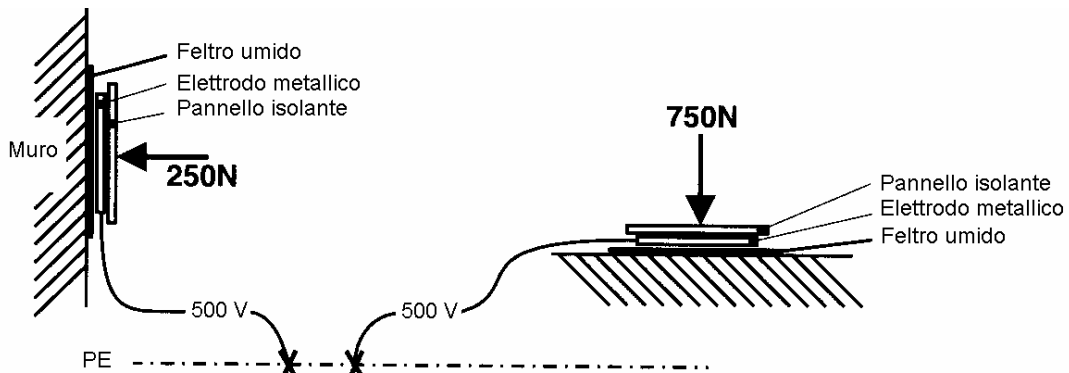

Fig. 3 - Misura della resistenza di isolamento delle pareti
- l'elettrodo di prova 2, esposto al punto A.3, è costituito da una piastra metallica quadrata con lato 250 mm, che viene appoggiata alla superficie da provare infrapponendo una carta assorbente inumidita e strizzata di circa 270 mm di lato. Su questo elettrodo costituito dalla piastra metallica, si deve applicare una forza di 750 N per i pavimenti e di 250 N per le pareti (fig. 3).